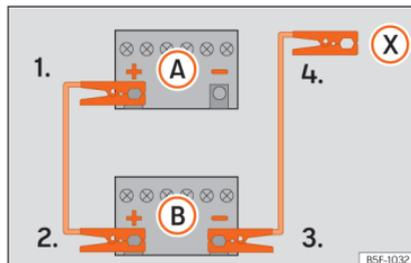

Fig. 43 Esquema de ligação para veículos sem sistema Start-Stop.
2. Ligue uma extremidade do cabo auxiliar de arranque *vermelho* ao polo positivo (+) do veículo com a bateria descarregada (A) » » » Fig. 43.
3. Ligue a outra extremidade do cabo auxiliar de arranque *vermelho* ao polo positivo (+) do veículo que fornece a corrente (B).
- 4a. *Nos veículos sem sistema Start-Stop:* ligue uma extremidade do cabo auxiliar de arranque *preto* ao polo negativo (-) do veículo que fornece a corrente (B) » » » Fig. 43.
- 4b. *Nos veículos com sistema Start-Stop:* ligue uma extremidade do cabo auxiliar de arranque *preto* (X) a um terminal de